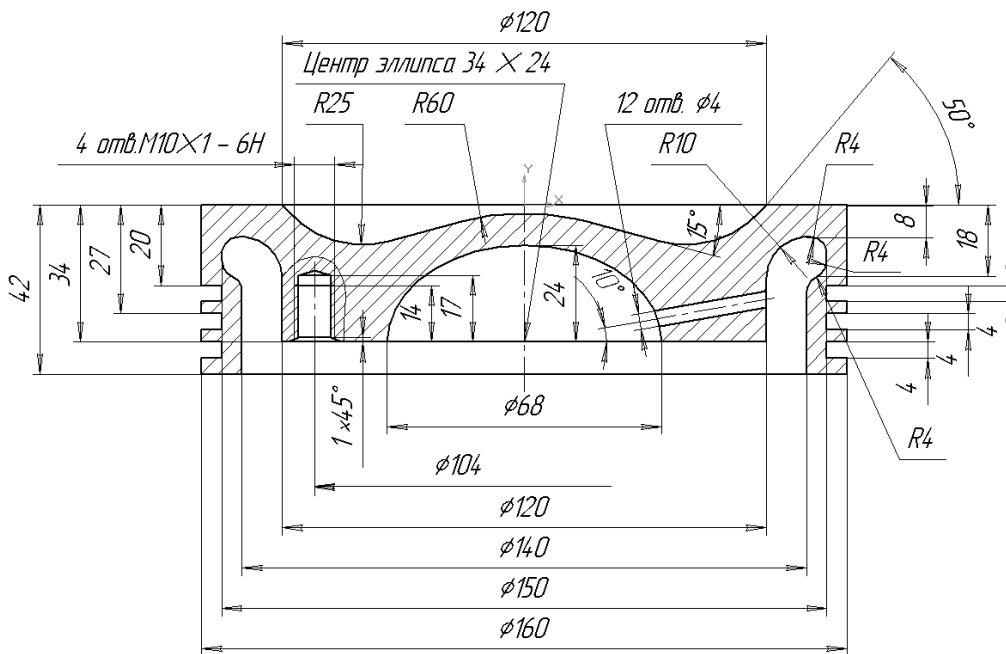

Рис. 3.47
На рис. 3.47 показан чертеж головки поршня, на основе которого разработан алгоритм ввода его геометрии. По многим элементам деталь симметрична, поэтому вычерчивать следует лишь одну половину, а остальные несимметричные элементы добавлять по мере необходимости. Центр координат логично установить в середине верхней части головки поршня.
курсора на **Панели свойств** . Координаты X и Y должны быть равны 0. Теперь в какую бы точку рабочего чертежа вы ни направили курсор, его координаты точек будут иметь величину, кратную 1 мм. После этого можно вводить координаты контура детали, в частности головки поршня, используя для этого чертеж этой детали (см. рис. 3.47). При этом перемещение мыши вверх будет увеличивать координату Y, а вниз — ее уменьшать. Соответственно перемещение мыши вправо увеличивает координату X, а влево — ее уменьшает. Только путем перемещения мыши установите в окне **Панели свойств** следующую последовательность координат: (80, 0); (80, -20); (75, -20); (75, -24); (80, -24); (80, -27); (75, -27); (75, -31); (80, -31); (80, -34); (75, -34); (75, -38); (80, -38); (80, -42); (70, -42); (70, -18); (75, -18); (75, -8); (60, -8); (60, -34); (0, -34). Указанная последовательность координат получена из чертежа головки поршня (см. рис. 3.47).
5. Скругление. Нажмите кнопку  **Скругление**. В окне **Радиус** введите **25** и выполните скругление тупого угла. Для этого нужно навести курсор на одну сторону угла и, когда линия окрасится в красный цвет, щелкнуть мышью, затем на другую сторону угла и также щелкнуть мышью. Внутренние полости под прямым углом скруглите радиусом **10** в одном месте и радиусом **4** в трех местах по контуру (см. рис. 3.47).
рументальной панели нажмите кнопки  **Сетка**,  **Установка глобальных привязок** и в диалоговом окне установите флажок напротив слов **По сетке** > **ОК**. **Сервис – Параметры – Текущее окно – Сетка**. В диалоге **Параметры** установите шаг по осям X и Y – 10 мм и нажмите **ОК**. В этом случае расстояние между размерами будет строго фиксировано и равно 10 мм, как того требует ЕСКД, что придаст чертежу аккуратность и равномерную насыщенность. Последовательность и порядок простановки размеров аналогичны описанным в разделе 3.2.1 (пункты 16–19). После простановки размеров (см. рис. 3.47) следует сохранить чертеж под другим именем, например **Головка поршня2**. В итоге мы получим два файла: один – с размерами, другой – без них. Это необходимо для удобства последующей сборки.